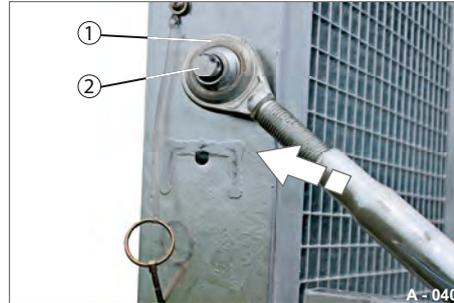

Abb. 59 Sicherungsstange oben abnehmen
- ▶ Gestänge oben mit Ring (Abb. 59/1) vom Bolzen (Abb. 59/2) abziehen.